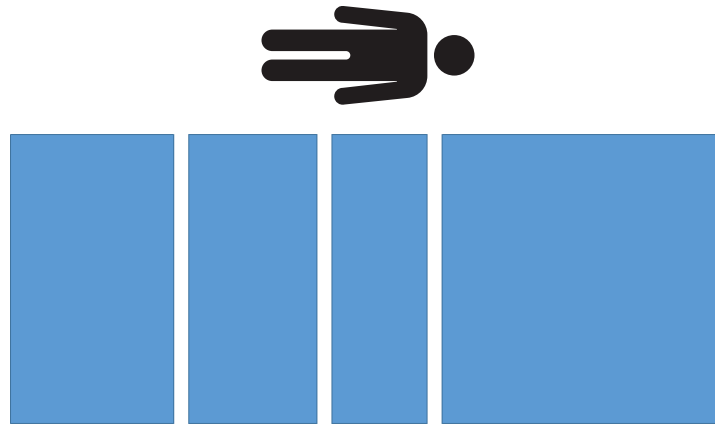

Figura 12 – Precarico - Nessun peso
28. Rimuovere tutti i pesi calibrati dal prodotto (Figura 12).